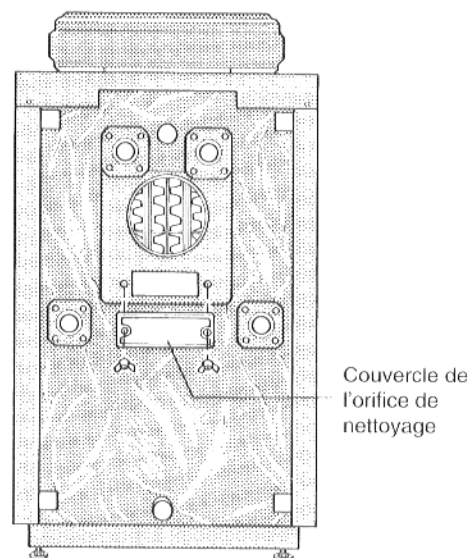

Fig. 20
Pour cela, retirer le couvercle de l'orifice de nettoyage situé sur la paroi arrière de la chaudière en dévissant les 2 écrous à oreilles (fig. 20).
- Revisser le couvercle de l'orifice de nettoyage (fig. 20).